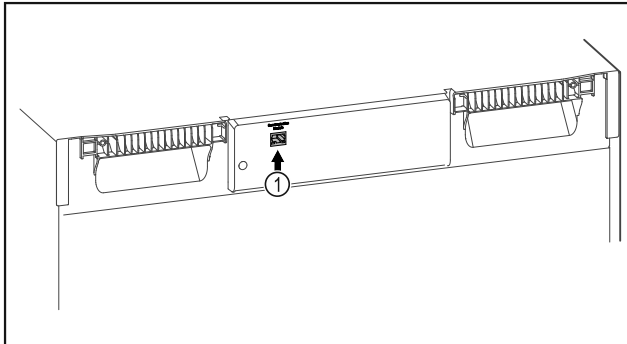

Fig. 83
- ☐ SmartModule Fig. 83 (1) je nasadený.